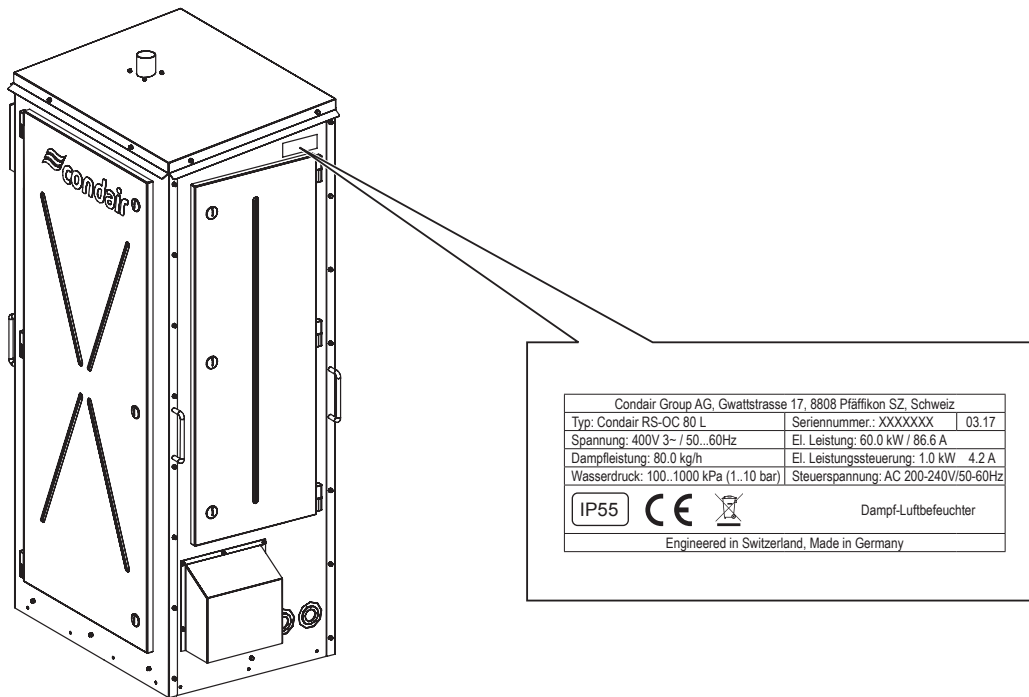

Abb. 3: Typenschild Condair EL/RS-Befeuchter
- Prüfen Sie die Modellart, Kapazität und Spannungsangaben auf dem Typenschild, um sicherzustellen, dass die Anlage zur gewünschten Installation passt. Siehe Abb. 3.
Das Typenschild auf der Seite der Condair EL/RS-Befeuchter für den Aussenbereich enthält die Modellnummer, die Seriennummer und die Leistungsdaten (siehe Abb. 3). Abb. 4 zeigt die Aufschlüsselung der Modellnummer.